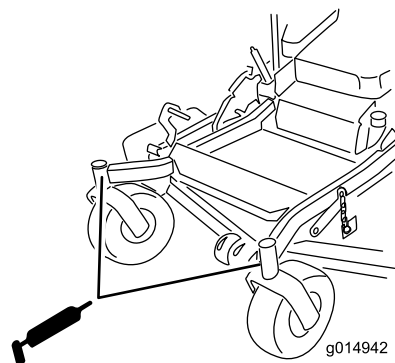

Figura 44
9. Retire el adaptador de engrase del punto de engrase. Instale el tapón hexagonal y la tapa (Figura 44).
10. Engrase los cojinetes de las ruedas giratorias (Figura 44).